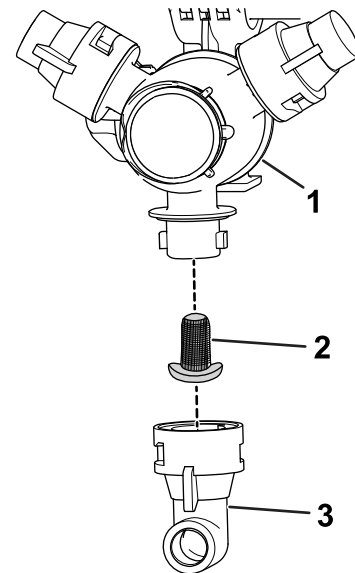

図 100
2. タレットからノズルを外す 図 100。
3. 古いノズルフィルタ 図 100を外す。
4. 新しいノズルフィルタを取り付ける 図 100。
5. タレットにノズルを取り付ける 図 100。